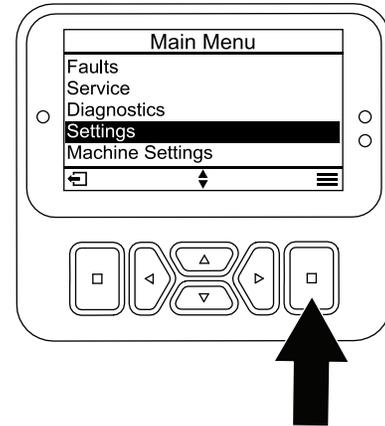

Figure 20
1. Depuis le MENU PRINCIPAL, naviguez jusqu'au menu RÉGLAGES et appuyez sur le bouton de sélection (Figure 20).